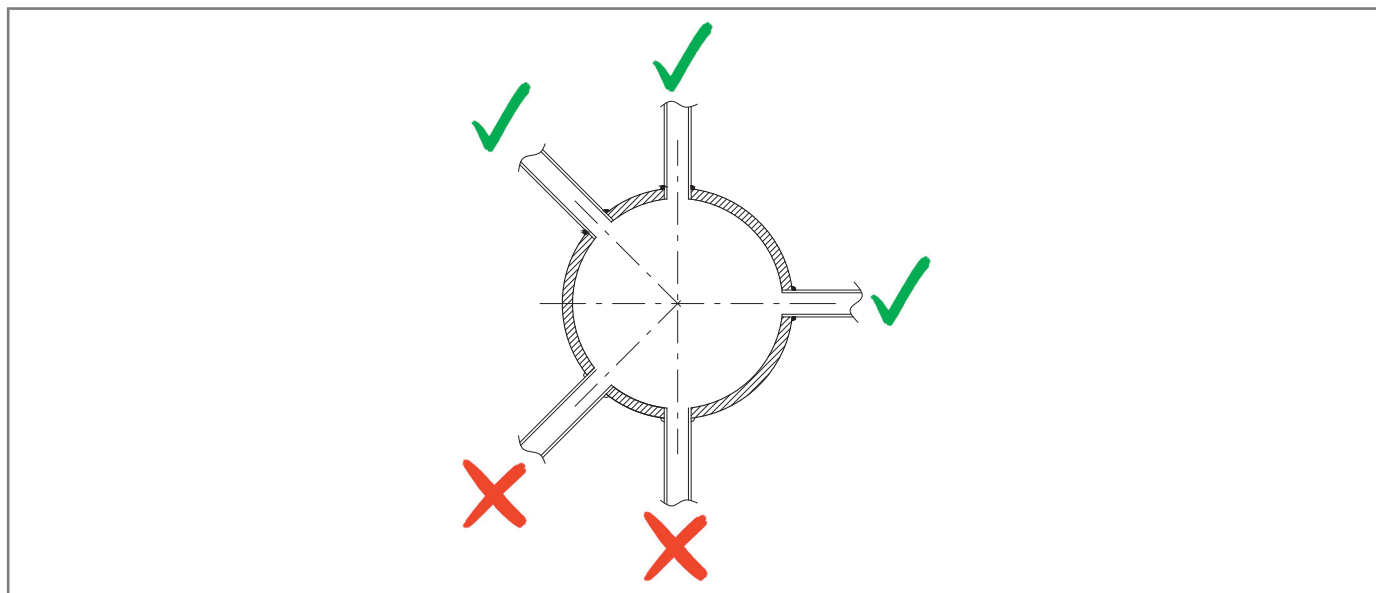

Fig. 6.27. Conexiones soldadas de la tubería
- las conexiones de los tubos se sueldan siempre en la parte superior o como máximo a 90° con respecto al eje del tubo (consulte Fig. 6.27);